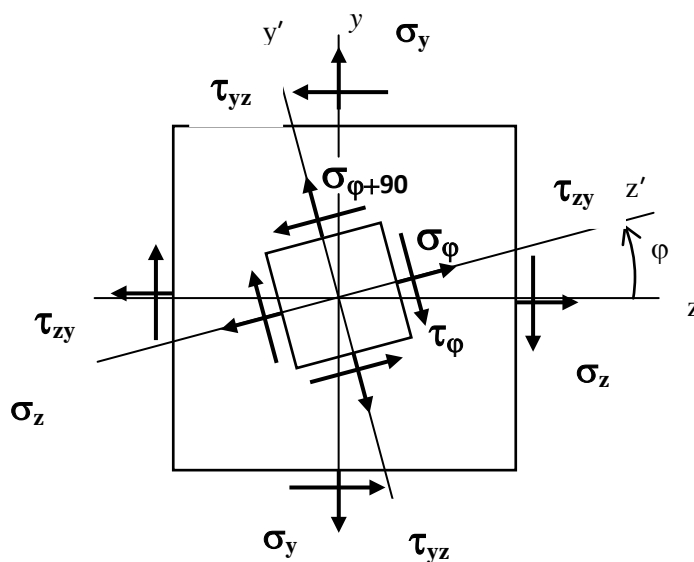

Рис.1.2
1. Найти напряжения σ_φ , $\sigma_{\varphi+90}$ и τ_φ и изобразить их на чертеже, рис.1.2.